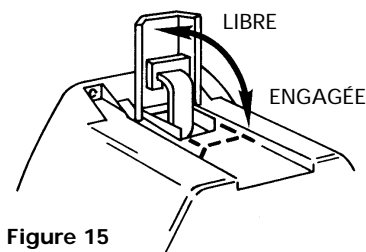

Figure 15
Soulevez la manette d'embrayage en position "Libre" de la manière indiquée à la Figure 15. S'il y a une charge sur le câble, il est possible qu'il soit difficile de déplacer la manette d'embrayage. NE FORCEZ PAS LA MANETTE D'EMBRAYAGE. Relâchez la tension du câble en le remuant un peu pour sortir un peu de câble. Désembrayez l'embrayage, déroulez le câble en tirant et attachez-le à l'ancre ou à la charge. Vérifiez qu'il reste un minimum de cinq (5) tours de câble sur le tambour. Engagez à nouveau le tambour en remettant la manette d'embrayage en position "engagée" (Fig. 15).